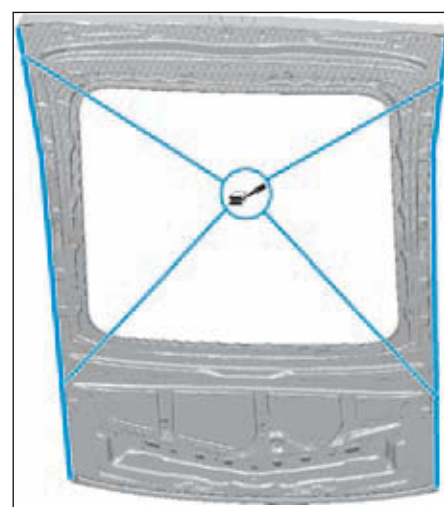

FIG.91
- sur le pavillon de rechange nettoyé (Fig.91).